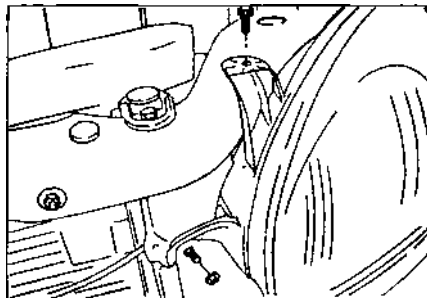

Рис. 9.26
- Вывернуть болты и гайку крепления блок-фары (рис. 9.26).